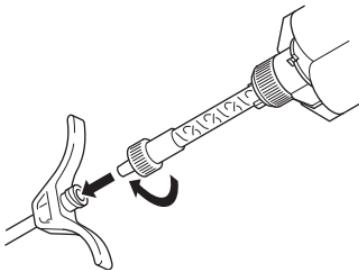

Figure 4 – Raccorder l'extrémité de mélange Cortoss à la canule à ciment
1. Raccorder l'extrémité de mélange Cortoss à la canule à ciment (voir la Figure 4).